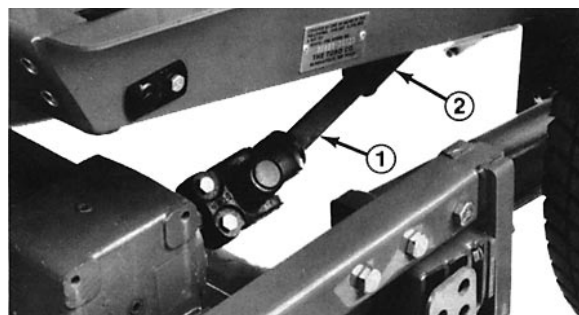

Fig. 7
5. Stopp motoren og skyv klippeenheten bort fra trekkenheten og vognrammen. Ta kraftuttaksakselens deler fra hverandre (fig. 7).